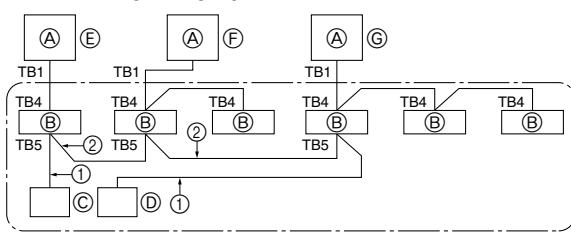

Fig. 10-1
① Alimentare l'impianto (interruttore automatico).
② Una volta che la valvola di arresto del gas si chiude, impostare lo switch SWP sul pannello di comando dell'unità esterna su ON. Il compressore (unità esterna) e i ventilatori (unità interna ed esterna) iniziano a funzionare e la fase di recupero del refrigerante comincia. I LED1 e LED2 sul pannello di comando dell'unità esterna sono accesi.
③ Poiché l'unità si ferma automaticamente circa due o tre minuti dopo il recupero del refrigerante (LED1 e LED2 sono accesi), accertarsi di chiudere velocemente la valvola di arresto del gas. Quando i LED1 e LED2 sono accesi e l'unità esterna è bloccata, aprire completamente la valvola di arresto del liquido e ripetere la fase ② dopo tre minuti.
④ Collegare l'alimentazione (interruttore di circuito).
10. Controllo del sistema (Fig. 10-1)